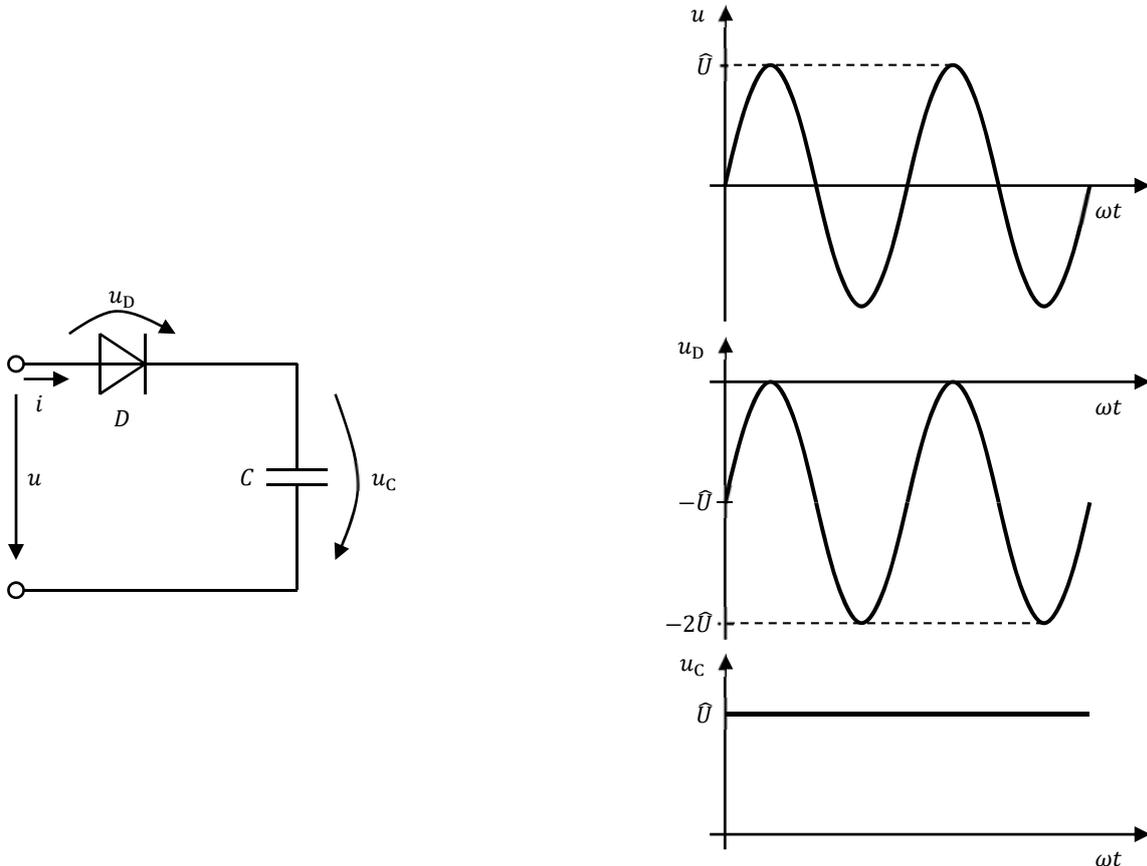

Figure 8: Half-wave circuit with all capacitive load | Einwegschtung mit rein kapazitiver Belastung
$$U_{D,\max} = 2\hat{U} \quad (\text{siehe Figure 8}). \quad (13)$$
Measure by oscilloscope the voltage $u_D(t)$ over the diode at no-load ($R \rightarrow \infty$) and at switched on capacitor C (Figure 8) at the half-wave circuit!
Oszillografieren Sie bei der Einwegschtaltung die Spannung $u_D(t)$ über der Diode bei Leerlauf ($R \rightarrow \infty$) und zugeschaltetem Kondensator C (Figure 8)!